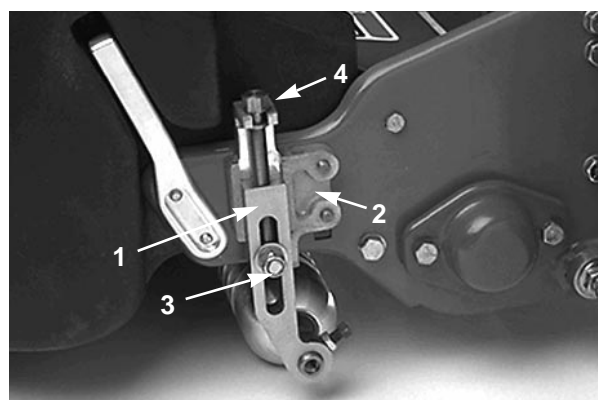

Fig. 6
2. Løsn låsemøtrikkerne, der fastholder klippehøjdebeslagene på sidepladerne (Fig. 6).